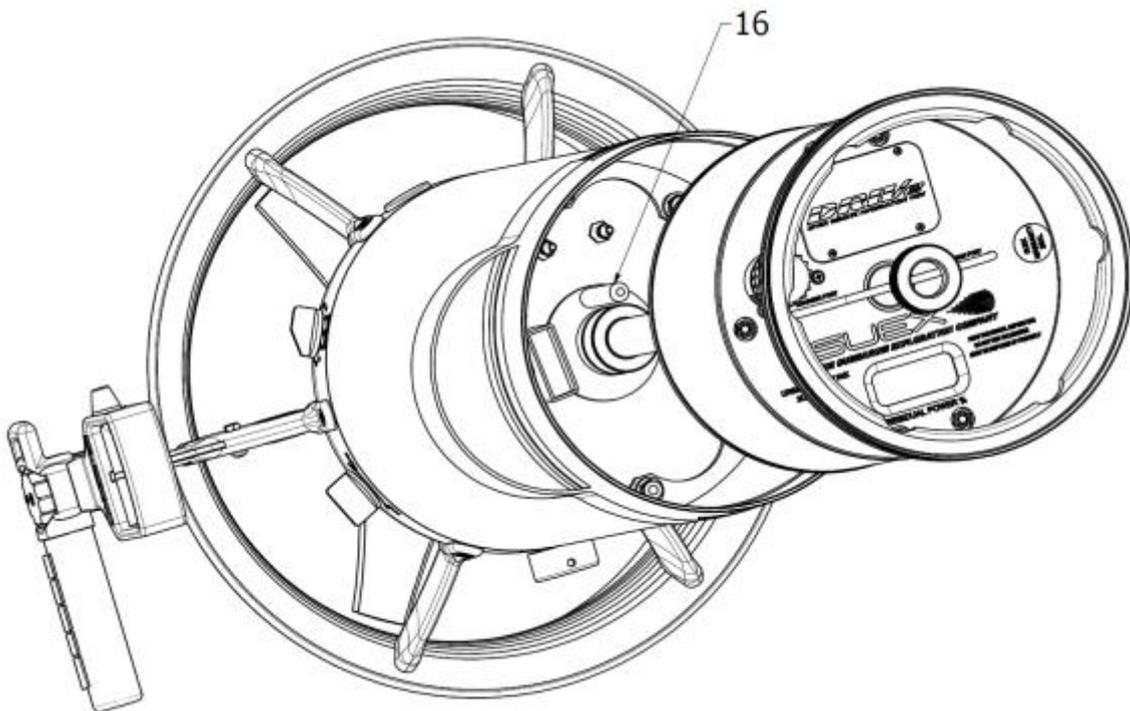

Fig.5
avendo cura di centrare il perno anti rotazione (16 - Fig.5) nel foro situato nel lato inferiore della batteria.
- Inserire la zavorra mare (23) infilandola lungo il perno (13) ed inserendola anche nel perno anti rotazione (16 - Fig.5);